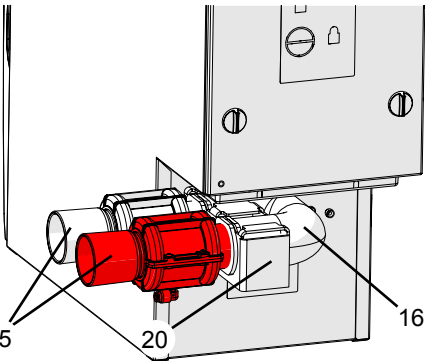

Fig. 3
A abertura e o fechamento dos canais de aspiração são efetuados por válvulas de mangote pneumáticas (15, Fig. 3). Para isto é necessário ar comprimido. A mangueira de ar comprimido está ligada permanentemente ao lado do aparelho.
- ⇒ Retire as válvulas de mangote (15, Fig. 3) do coletor de admissão (16, Fig. 3).
- ⇒ Desaperte o parafuso de cabeça estriada (19).
- ⇒ Rodando os parafusos de suporte (26), solte o coletor de admissão (16) juntamente com o suporte (20) e, puxando para trás, retire-o do tubo de ligação do aspirador (A).
- ⇒ Pressione o coletor de admissão para fora do suporte (B), rode-o (C) e pressione novamente para dentro do suporte (D) na nova posição.
- ⇒ Encaixe o coletor de admissão no tubo de ligação do aspirador e enganche (E) o suporte nos parafusos de suporte (26).
- ⇒ Fixe o suporte com o parafuso de cabeça estriada (19).
- ⇒ Insira novamente as válvulas de mangote (16) no coletor de admissão (16) até ao limite. Um ligeiro movimento de rotação facilita esta operação.